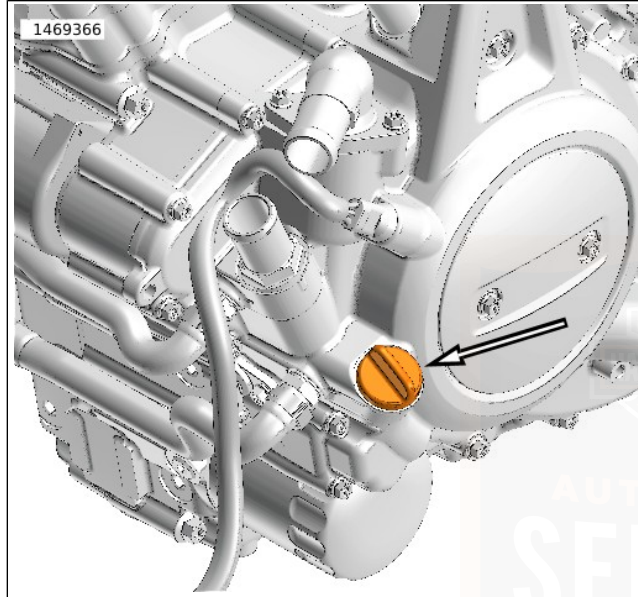

Abbildung 56. Motoröl-Einfüllverschlussstopfen/Ölmessstab
- a. Abbildung 56 Den Motorölmesstab (1) entfernen.